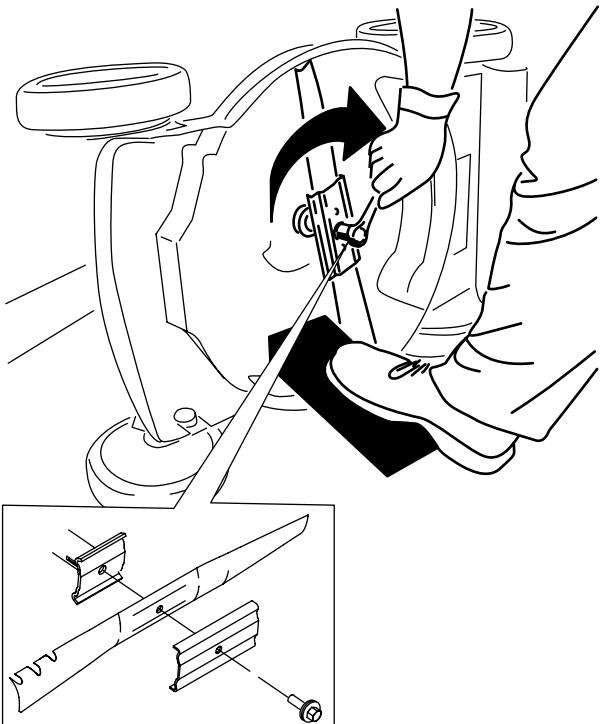

Figura 40
5. Montate la nuova lama usando la bulloneria di montaggio (Figura 40).